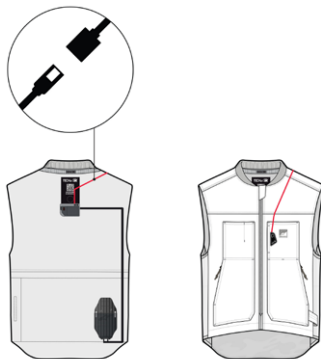

Figura 16
1. Accedere all'unità di controllo elettronico (3) presente nella tasca situata sul retro del Sistema. Per accedere alla tasca, aprire il gilet utilizzando la cerniera e i ganci presenti nella parte interna del gilet.
2. Scollegare il cavo che alimenta il Sisplay a LED (2), indicato nella Figura 16.